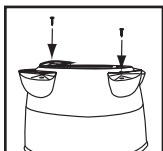

FIGURA 8
6. Asegúrese de que las bases de la rueda estén totalmente insertadas dentro del fondo del depósito y sujételas con los tornillos suministrados. **FIGURA 8**.